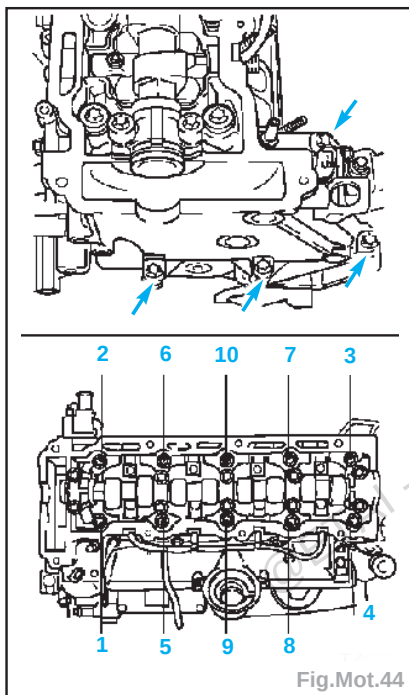

Fig.Mot.44
- Déposer les boulons (flèches) de la culasse (Fig.Mot.44).